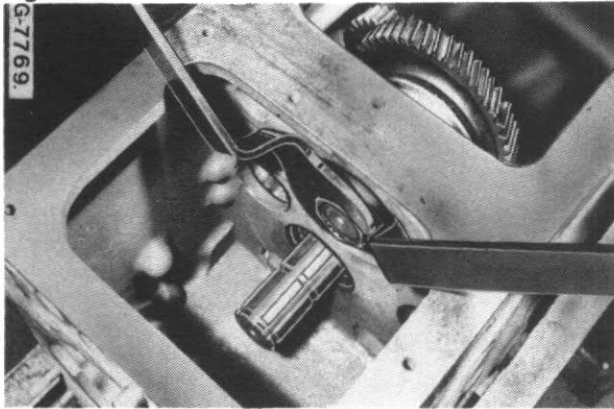

Figure 90
Réglez convenablement la précharge au moyen de l'écrou de réglage de roulement (21, Fig. 82) et serrez le contre-écrou (23). Utilisez pour cela des clés contrecoudées comme le montre la Figure 90.